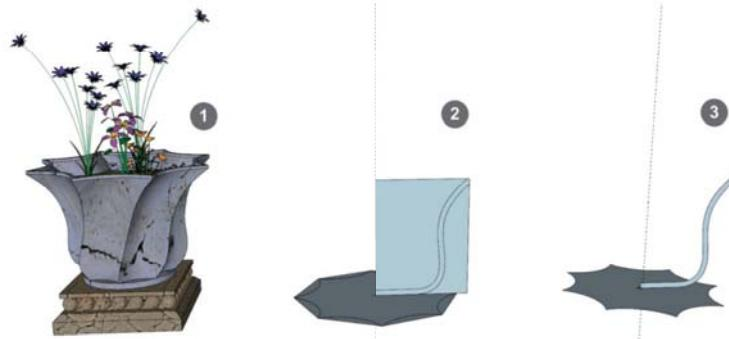
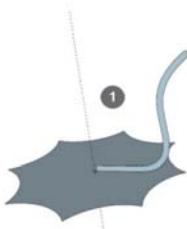

图 2.2.2 第二组放样的条件
图 2.2.3 第二组放样结果
如图2.2.2①所示的花盆看起来也是用上述类似的方式通过路径跟随放样与适当扭曲后形成的,图2.2.2③所示为已经准备好的放样路径和放样截面,图2.2.2②所示为创建放样路径和放样截面的过程。
为了方便对照,图2.2.3①复制了图2.2.2③所示的放样路径与放样截面。
现在再看看如图2.2.3②所示的放样结果,放样完成后,问题一大堆,所有用箭头标出的位置,还有被遮挡的对应位置都有问题。
顺便说一下,如图2.2.3②所示的问题,并非不能解决:用“模型交错”“删除废线面”“修补缺面”等措施也可以完成,但过程冗长,不确定因素多,会非常辛苦。
此外，如何解决上面实例中暴露的缺陷，完成如图 2.2.2 ①所示的模型，是本节留给你的思考题与实战练习。在后面的篇幅里，还要对这个实例做深入讨论。